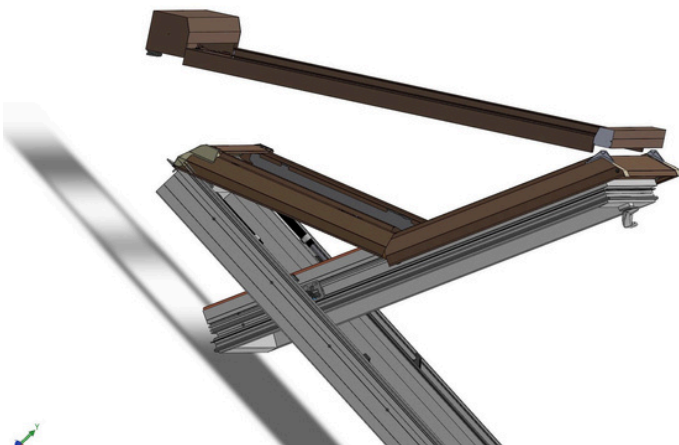

Abb.11
6) Schieben Sie den unteren Teil der Rollladenführungen in die zuvor angebrachten Schienen (Abb. 11 und 12)